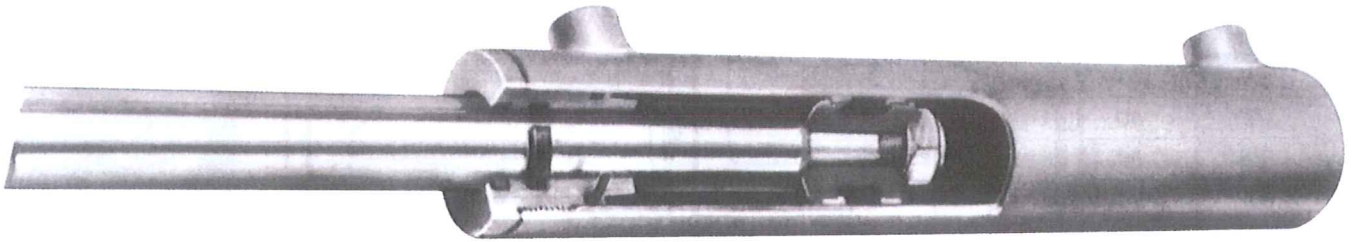

Fig. 5
3.2 - Cilindro oleodinamico (fig. 5)